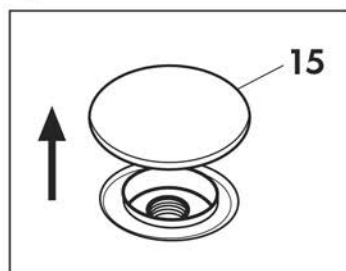

Fig. 4
Introducir agua preferentemente desmineralizada o detergentes no espumosos en el depósito al efecto levantando el tapón (15) (Fig. 4)